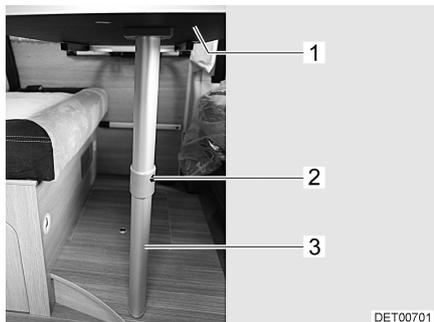

Fig. 29 Struttura di supporto letto
- Sollevare leggermente il piano del tavolo (Fig. 29,1) in avanti.
- Premere il bottone di sbloccaggio (Fig. 29,2) e ribaltare di 90° all'indietro la parte inferiore del supporto snodabile (Fig. 29,3).